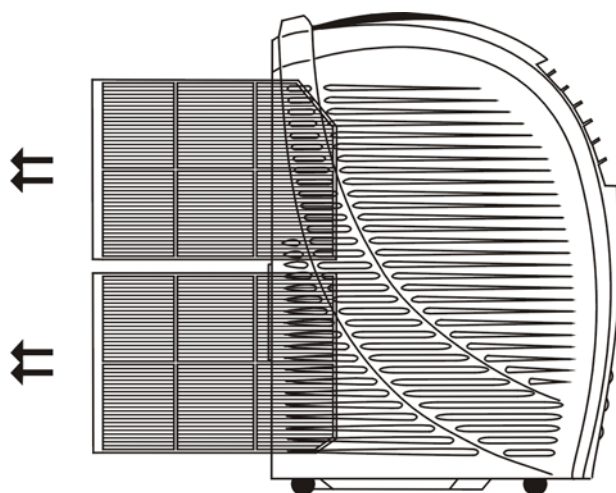

Рис. 14
1) Выньте фильтр, как показано на рис. 14.